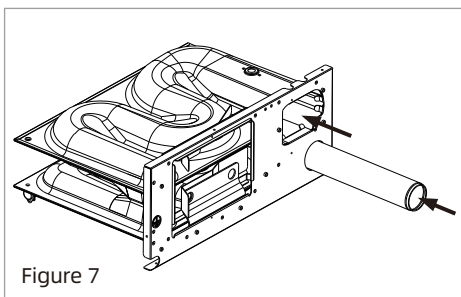

Figure 7
5. Inspectez la chambre de combustion pour vérifier l'absence d'obstruction à l'admission ou à l'évacuation. Il est impératif que le flux d'air d'admission et le flux d'air d'évacuation vers l'extérieur ne soient pas obstrués. Toute suie ou tout débris doit être éliminé en soufflant avec de l'air comprimé. (Voir Figure 7.)